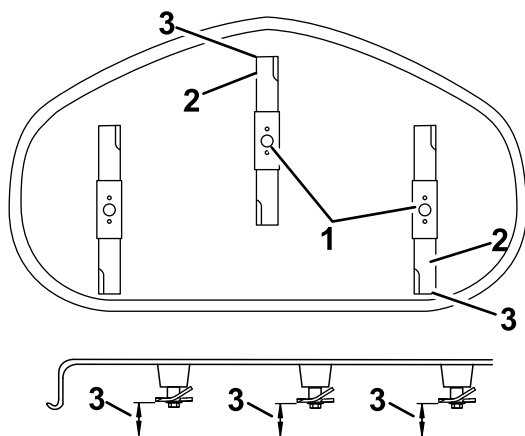

Bild 70
5. Messen Sie zwischen der Messerspitze vorne und hinten und der flachen Oberfläche (Bild 69 oder Bild 70).